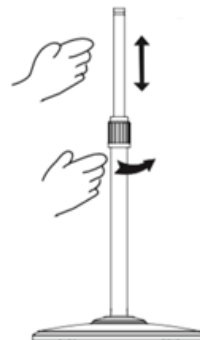

Рис. 3
6. Вытяните выдвижную часть опоры (9) на необходимую высоту, и зафиксируйте фиксатором. Рис.3.
7. Оденьте корпус вентилятора (6) на верхнюю часть опоры (9) и зафиксируйте фиксатором (8).